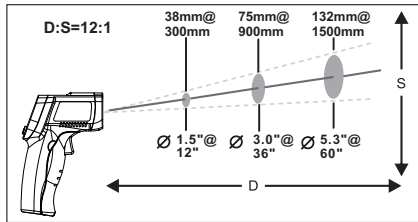

图1
- 1、使用本机测量温度时,要注意考虑距离与测量区域大小之间的比率(简称物距比)。当本机与被测物体的距离增大时,测量区域也会相应增大。本测温仪物距比为12:1(如图1)